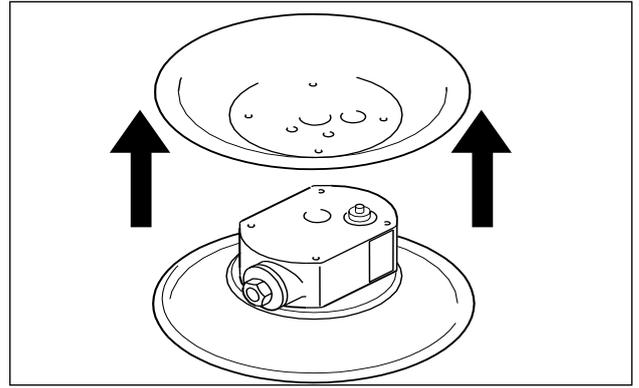

Fig. 12 Démontage des chambres côté air
- Dévisser les chambres côté air du bloc central (seulement sur les pompes métalliques, exception : pompes à membranes DL, DH) (fig. 12).